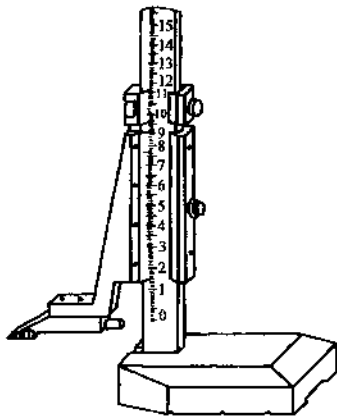

图 2-2 游标高度尺
2. 游标高度尺 游标高度尺由游标尺和尺座组成并附有划针脚，能直接表示出工件的高度尺寸，其最小读数值一般为0.02mm，可作为精密划线工具，如图2-2所示。